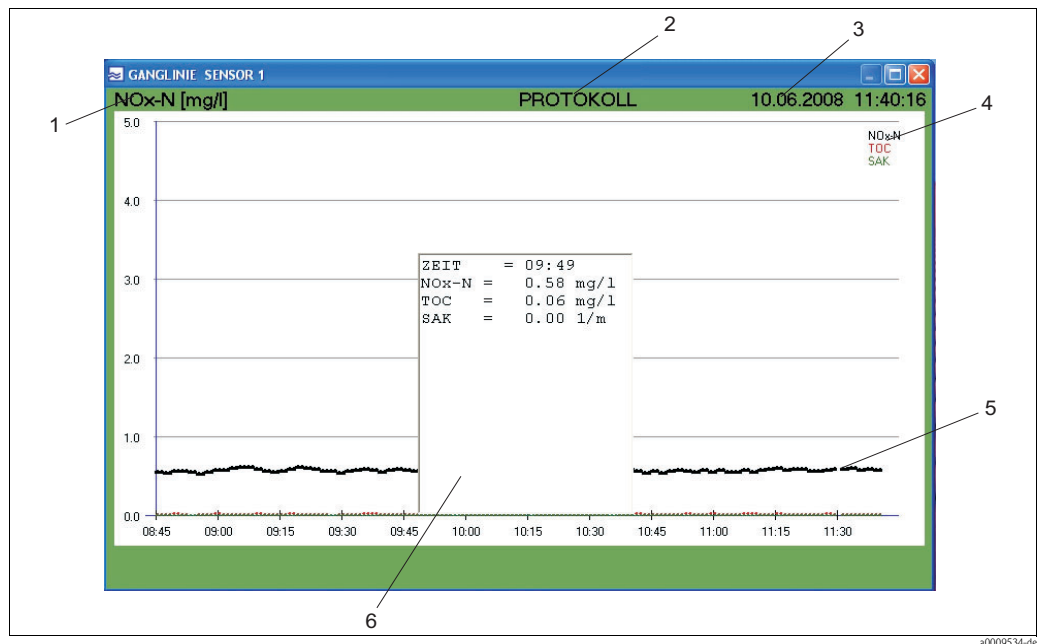

Abb. 29: Aktuelle Ganglinie
1. Klicken Sie auf den Parameter (Pos. 1, Abb. 29).
Klicken Sie auf PROTOKOLL (Pos. 2, Abb. 29), um das Tagesprotokoll aufzurufen.
Datum und Uhrzeit werden in der Menüleiste angezeigt (Pos. 3, Abb. 29).
Die ausgewählten Messparameter werden in Pos. 4, Abb. 29 angezeigt. Die Farbe dient zur Identifizierung der zugehörigen Ganglinie (Pos. 5, Abb. 29).
Klicken Sie innerhalb des Diagramms entlang der x-Achse. Die Messwerte werden dann in einem Fenster (Pos. 6, Abb. 29) entsprechend der Uhrzeit angezeigt.